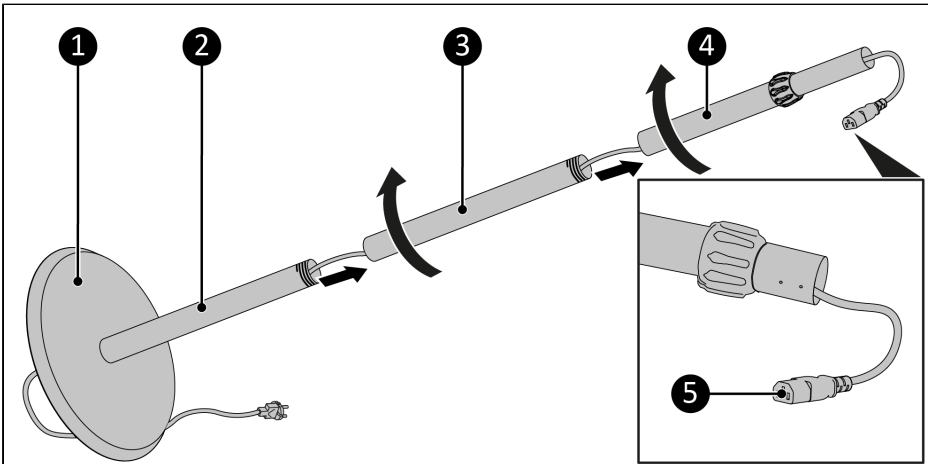

Abbildung 32.
- Führen Sie die Kupplung des Netzkabels (Abbildung 32, Pos. 5) durch die Öffnung an der Unterseite des Sockels (Abbildung 32, Pos. 1) und durch das untere Rohr (Abbildung 32, Pos. 2).
- Führen Sie die Kupplung des Netzkabels durch das mittlere Rohr (Abbildung 32, Pos. 3) und schrauben Sie anschließend das mittlere Rohr auf das untere Rohr.
- Führen Sie die Kupplung des Netzkabels durch das verstellbare Rohr (Abbildung 32, pPos. 4) und schrauben Sie anschließend das verstellbare Rohr auf das untere Rohr.